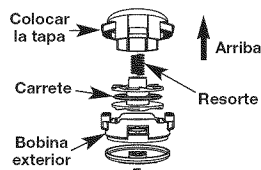

Fig. 20
2. Quite la tapa dejando que salga o es posible que sea necesario mover un poco la tapa y luego sacar la bobina (Fig. 20)
- Vuelva a colocar el carrete interior en la bobina exterior (Fig. 20).